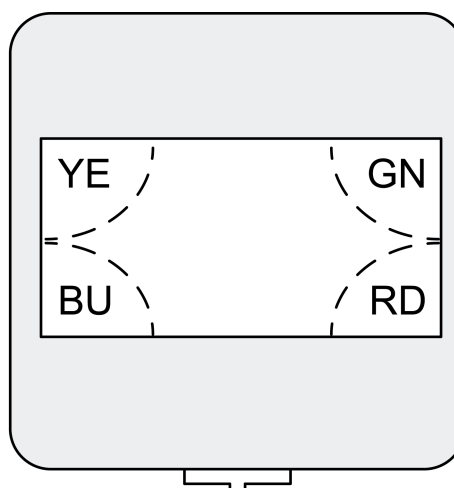

Bild 8: Status-LED
Bakom sensorfönstret (4) sitter status-LED:er, som visar den aktuella driftstatusen (bild 8).